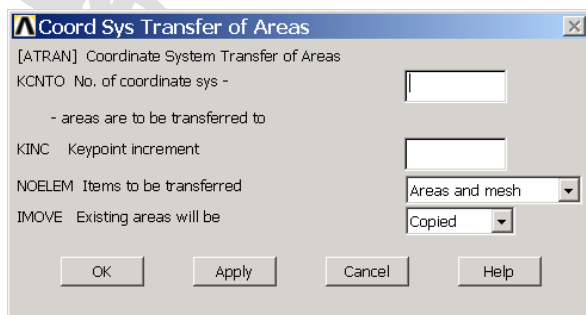

图3.86 转换坐标系设置
(1) 单击 Main Menu>Preprocessor>Modeling>Move / Modify>Transfer Coord>Areas 菜单，弹出图形拾取对话框，选择要转换坐标系的面，单击【OK】按钮，将弹出如图 3.86 所示的对话框。